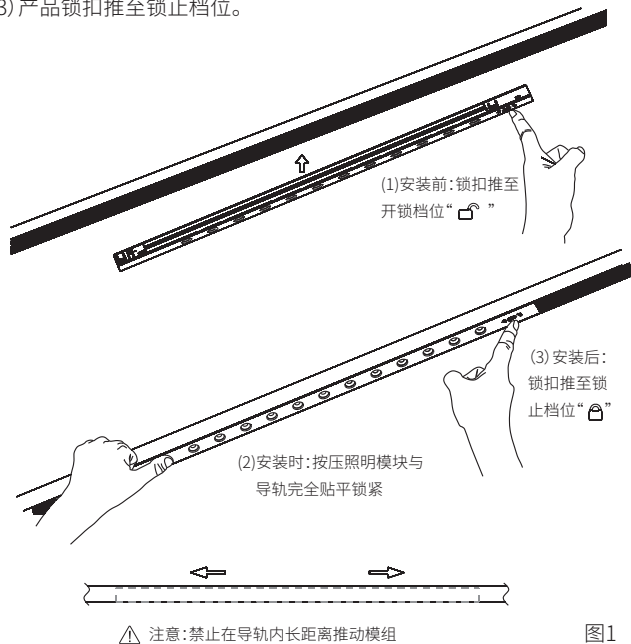

图1
1.在天花板或墙面上拉直线，标记安装孔位并打孔，如图1所示；
如图1所示。